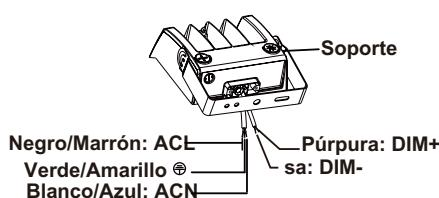

figura 4
- Paso 2: Finaliza la conexión de los cables según el modo correcto de conexión (presta atención a los cables positivo, negativo y a tierra) (figura 4).